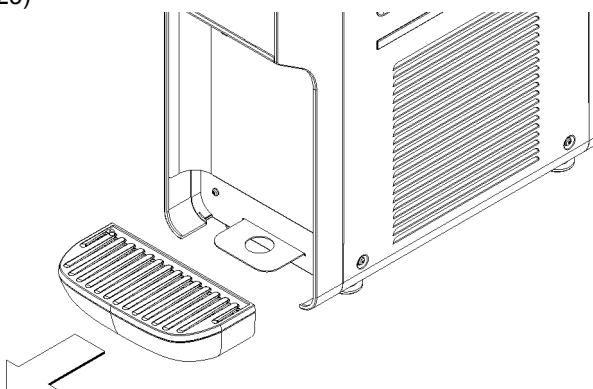

figure 23
- 9 Enlever le plateau récolte-gouttes de son logement. (voir figure 23)